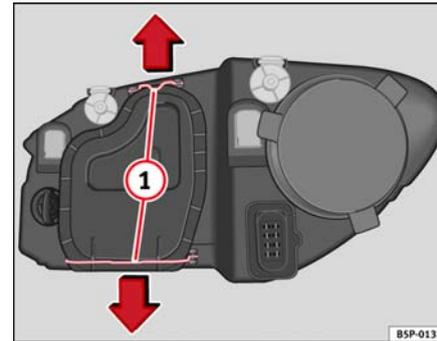

Fig. 175 Luz de cruce
- Desplace los tirantes ⇒ página 251, fig. 175 ① en el sentido de la flecha y saque la tapa.